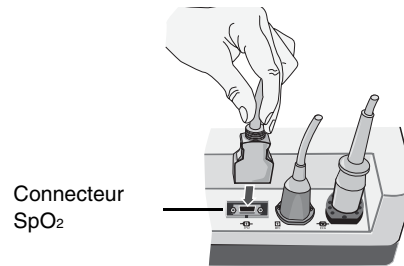

Figure 1
- Branchez le câble patient sur le connecteur SpO₂ situé à l'arrière de l'unité M Series (voir la Figure 1).